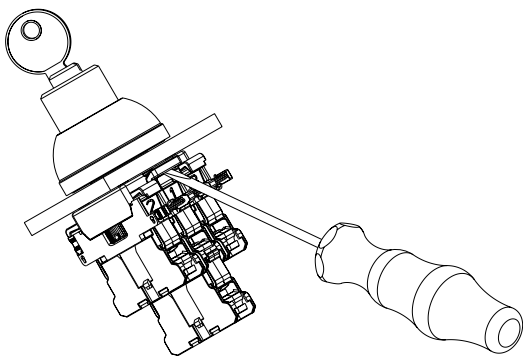

Fig. 4
1. Desmontaje del portacontactos de la brida de montaje (véase fig. 4); Colocar el destornillador en el saliente de encaje de la brida de montaje. Mediante un ligero movimiento del destornillador en dirección del elemento del contacto, apretar el saliente hacia afuera. De esta manera el portacontactos se separa de la brida de montaje. Este proceso debe repetirse en el lado opuesto.